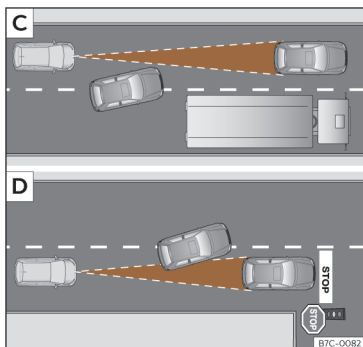

Fig. 133 C) Mudança de faixa de um veículo. D) Veículo em circulação e outro parado.
- Veículos que mudem para a faixa na qual circula a pouca distância do veículo >>> **Fig. 133 C**.
O ACC pode não reagir perante veículos parados. Se, por exemplo, um veículo detetado pelo ACC roda ou se afasta e em frente do mesmo se encontra um veículo parado, o ACC não reagirá face a este último >>> **Fig. 133 D**.